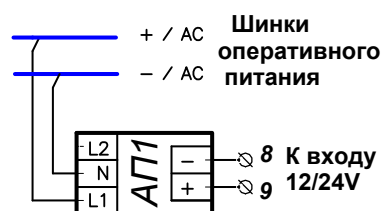

Рис. 7 Схема питания блока БУАВР от изолированного источника оперативного питания
5.6. При питании блока БУАВР от источника оперативного питания 110/220В переменного (выпрямленного) или постоянного тока, не допускающего соединения с нейтралью, рекомендуется использование адаптера питания АП1 <http://www.wel.net.ua/Russian/PDF/ap.pdf>, который необходимо подключить к входу 12/24В блока БУАВР, рис.7.